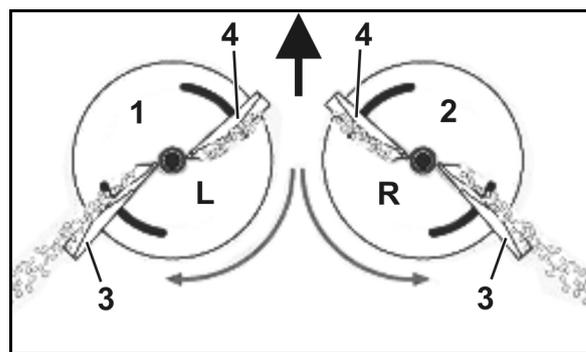

Fig. 18
- disco spargitore sinistro (Fig. 18/1) contrassegnato con **L**.
- disco spargitore destro (Fig. 18/2) contrassegnato con **R**.
- lunga (Fig. 18/3) - scala di regolazione con valori compresi fra 35 e 55.
- corta (Fig. 18/4) - scala di regolazione con valori compresi fra 5 e 28.